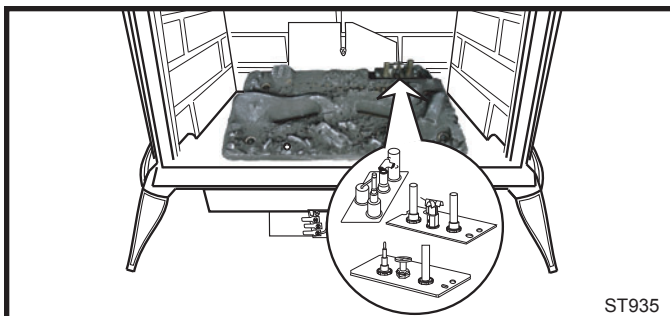

Fig. 76 Localisez la veilleuse.
1. Localisez la veilleuse. (Fig. 76)